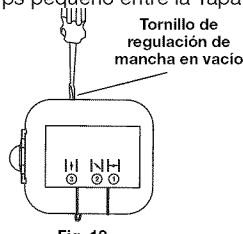

Fig. 19
La velocidad de mancha en vacío del motor se puede ajustar. Hay un tornillo de regulación de mancha en vacío entre la tapa del filtro de aire y la tapa del motor (Fig. 19).
- Suelte el gatillo y deje que el motor se mantenga en marcha en vacío. Si el motor se para, inserte un destornillador Phillips pequeño entre la Tapa del Filtro de Aire y la Tapa del Motor (Fig. 19). Gire el tornillo de regulación de mancha en vacío 1/8 de vuelta en el sentido de las agujas del reloj, a la vez, hasta que el motor se ponga en mancha en vacío suavemente.